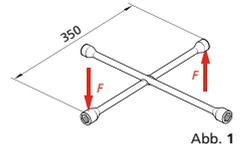

Abb. 1
- Zum Lösen der Radschrauben wird ein Radkreuz (Abb. 1) verwendet. Das Lösemoment beträgt  $M = 130 \text{ Nm}$ . Mit welcher Kraft  $F$  muss an den Enden des Radkreuzes gedrückt bzw. gezogen werden?